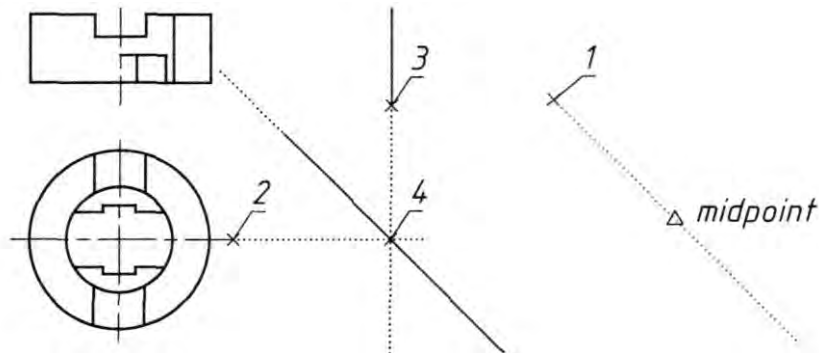

Рис. 9.6
• Переходимо до побудови вигляду зліва. Для побудови вигляду зліва треба побудувати сталу креслення (див. Рис. 9.6). Для розміщення сталої креслення рекомендується